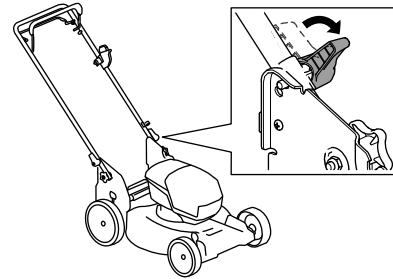

Figure 17
3. Ouvrez les verrous du guidon (Figure 17).